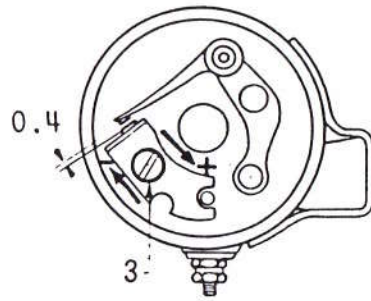

Fig. 10
Cas DUCELLIER : Régler et bloquer par la vis (3) (Fig. 10)